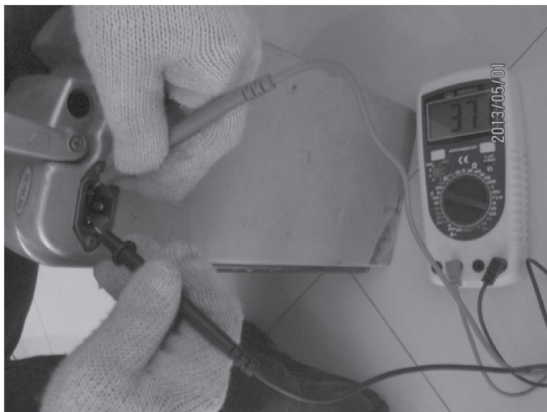

图 7-44 测量蓄电池正负接线片电压
1) 首先用万用表测量电动自行车蓄电池充电插孔中的正、负极接线片，如图 7-44 所示。有正常电压显示，表明蓄电池盒内的熔断器和电路没有问题。